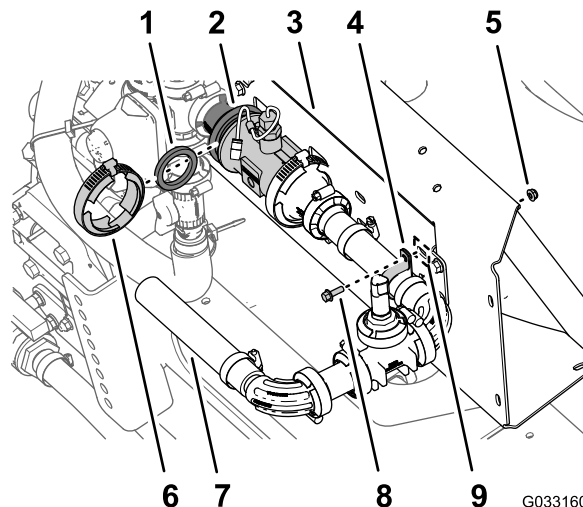

Figure 84
1. Alignez le joint (2-1/4") que vous avez retiré à l'opération 3 de Dépose du tube de raccordement et de l'adaptateur réducteur \(page 25\) entre le débitmètre et l'adaptateur réducteur que vous avez montés sur le côté droit de la vanne maîtresse (Figure 84).
2. Fixez légèrement le joint, le débitmètre et l'adaptateur réducteur (Figure 84) avec un collier bride (76 mm) que vous avez retiré à l'opération 2 de Dépose du tube de raccordement et de l'adaptateur réducteur \(page 25\).
3. Fixez le transducteur de pression et le collecteur à la fente du support du collecteur à l'aide d'un collier en R, d'un boulon à embase (1/4 x 3/4") et d'un contre-écrou à embase (1/4"), comme montré à la Figure 84.